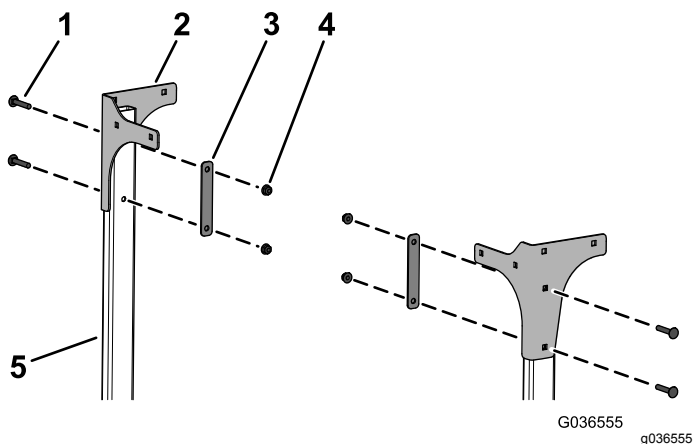

Figura 8
7. Instale sem apertar as placas traseiras esquerda e direita nas tubagens utilizando 4 parafusos de carroçaria (5/16 x 1 3/4 pol.), 2 placas posteriores e 4 porcas flangeadas (5/16 pol.), como se mostra na Figura 8.